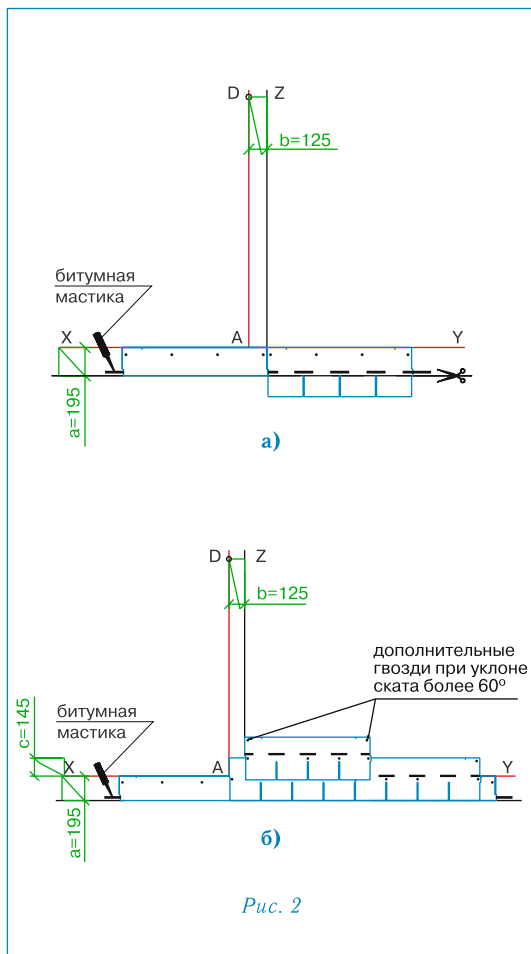

Рис. 2
**Укладка материала (рис. 2)**
Начальный ряд формируется из листов черепицы обрезанных по линии образованной конечными точками вырезов. Полученные таким образом полосы шириной 19,5 см укладываются по линии карниза в обе стороны от линии Z (рис. 2а) и фиксируются по нижнему краю битумной мастикой, а по верхней кромке 4 гвоздями (ось гвоздей на 5 см ниже верхнего края полосы);
- далее первый ряд черепицы укладывается от линии AD (рис. 2б);
- второй ряд укладывается от линии Z (со смещением 12,5 см от AD) (рис. 2б);
Каждый лист черепицы крепится 4 гвоздями (ось гвоздей на линии битумных клеевых полос) таким образом, чтобы гвоздь прошивал и верхний край низлежащего листа черепицы (рис. 2б).